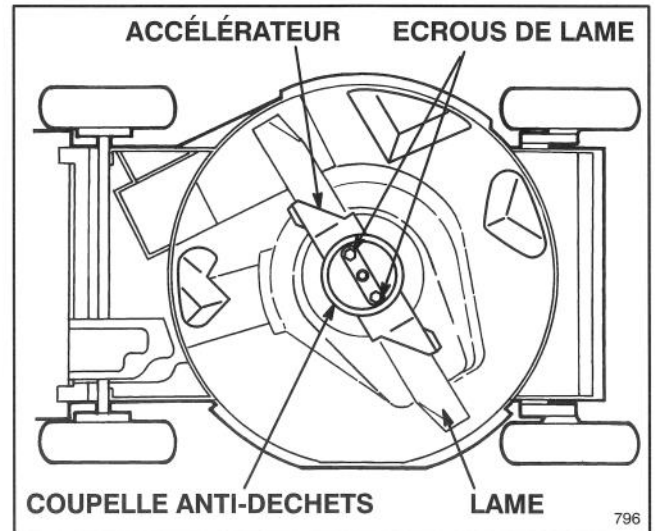

Figure 24
3. Basculer la tondeuse sur son côté droit (Fig. 24). Évitez de tourner la lame. Des problèmes de démarrage peuvent en résulter.
5. RETRAIT DE LA LAME—Saisissez l'extrémité de la lame en vous servant d'un chiffon ou d'un gant bien rembourré. Retirez les écrous de lame, la coupelle anti-dechets, l'accélérateur de lame et la lame (Fig. 24).